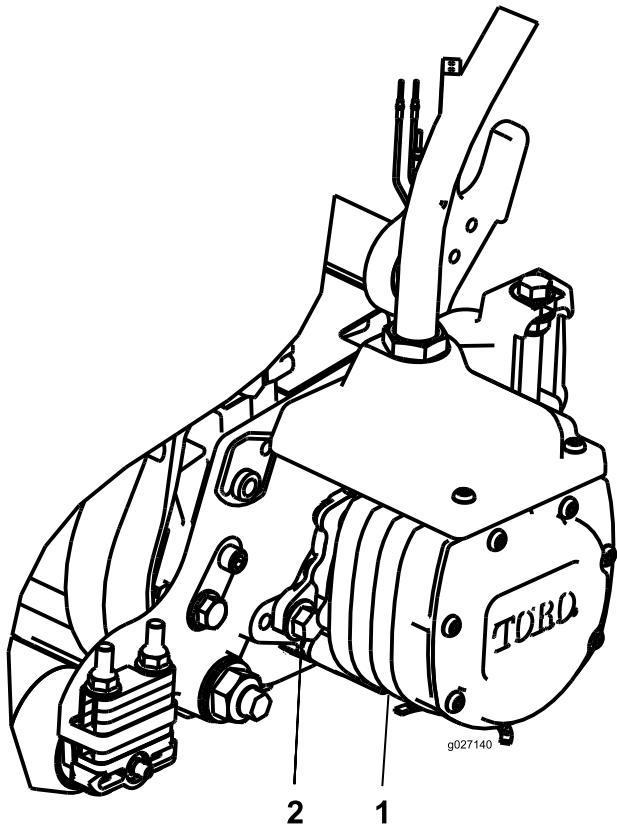

图 11
14. 以顺时针旋转的方式安装马达让马达法兰与螺栓保持一定空隙图 11。